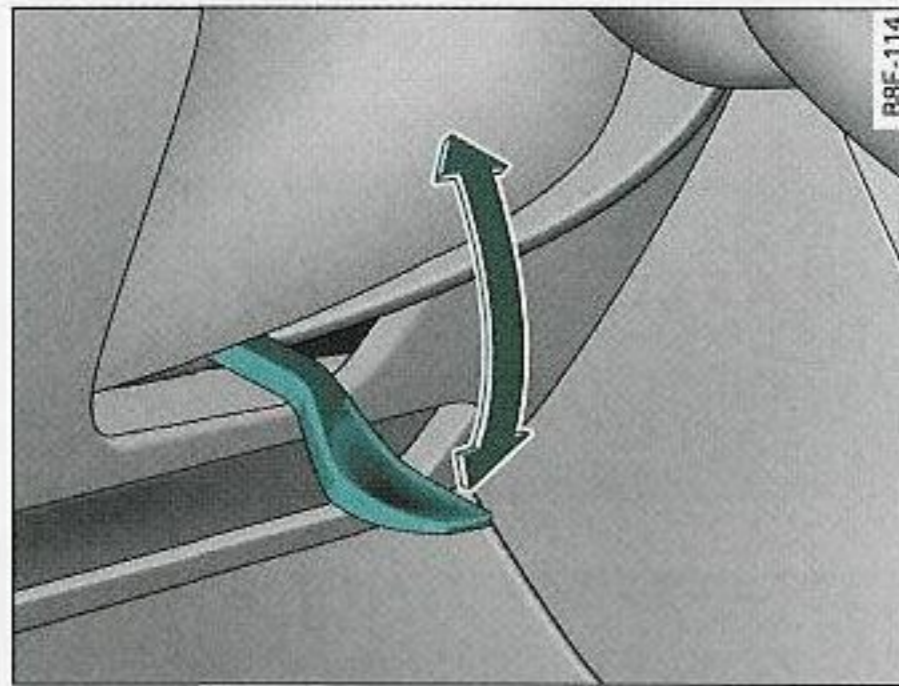

Fig. 142 Palanca debajo de la columna de dirección
- Tire de la palanca ⇒ fig. 142 hacia abajo ⇒ ⚠